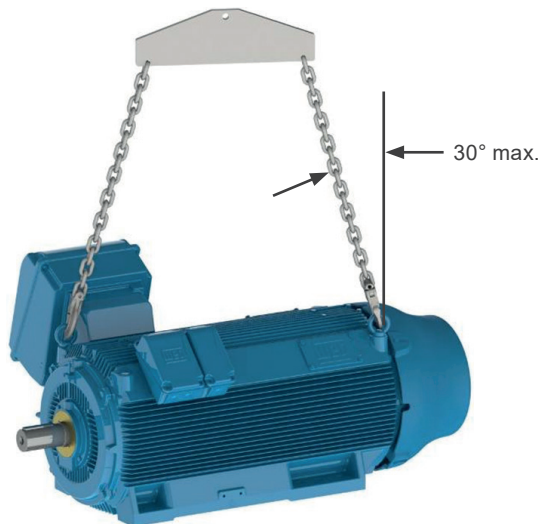

Figura 4.5: Ángulo máximo resultante para motores con dos o más cáncamos de elevación
- Para motores HGF, W51 HD, W40 y W50 conforme Figura 4.5 de la página 93, el ángulo máximo resultante debe ser de 30° en relación al eje vertical.